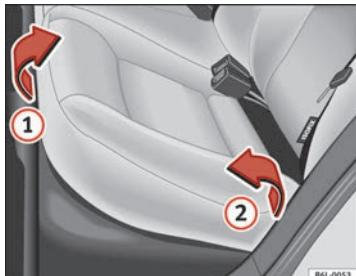

Fig. 74 Levantar el cojín
- Tire del borde delantero del cojín del asiento ⇒ fig. 74 ① hacia arriba en la dirección de la flecha.
- Levante el cojín ② hacia delante en la dirección de la flecha.